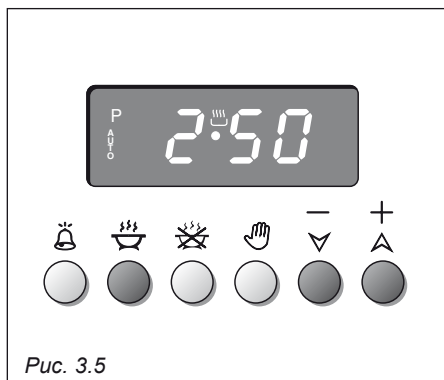

Рис. 3.5
1. Задайте время приготовления, нажав на кнопку , а затем на кнопку  (+) - для увеличения или на кнопку  (-) - для уменьшения временного периода (Рис.3.5). Появятся надпись AUTO и символ .